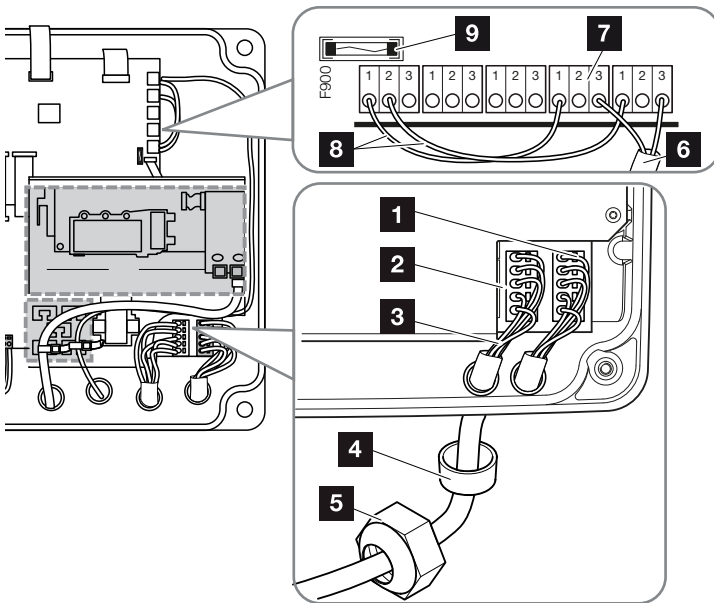

Abb. 18: Zuleitung an Ersatzstromeinheit anschließen
2. Leitung von der Ersatzstromeinheit zum Wechselrichter fachmännisch verlegen.  **Abb. 18**